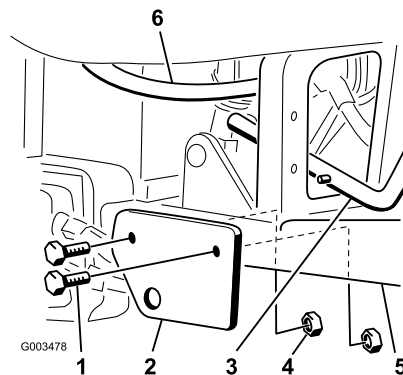

Figura 2
4. Installare la staffa di montaggio del gruppo stegola di sollevamento dello scarificatore sui tubi del poggiatesta destro con 2 bulloni (1/2 x 3-1/4 pollici) e dadi di bloccaggio sottili (1/2 pollice), come mostrato nella Figura 2. Assicurarsi che le teste dei bulloni siano orientate verso l'esterno e che vengano utilizzati i dadi di bloccaggio sottili.
9. Verificare la distanza tra il gruppo stegola di sollevamento e il tubo idraulico. Assicurarsi che il tubo idraulico non sfregi sul gruppo stegola di sollevamento e regolare il tubo idraulico, se necessario (Figura 2).